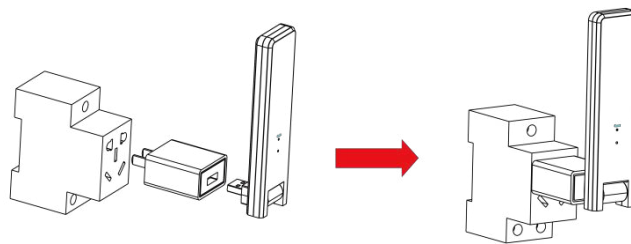

Abbildung 1
(3) DTU-Installation
a. Schließen Sie die DTU an den Adapter an und stecken Sie diesen in die Wandsteckdose. (Abbildung 1)